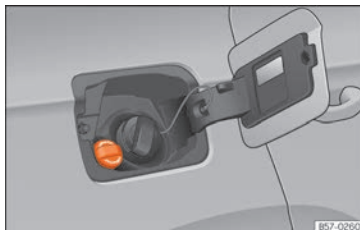

Fig. 224 Bouchon de la goulotte de remplissage du réservoir d'AdBlue.
- Ouvrez la trappe à carburant » » fig. 224.
- Dévissez le bouchon de l'orifice de remplissage de SCR » » fig. 224.